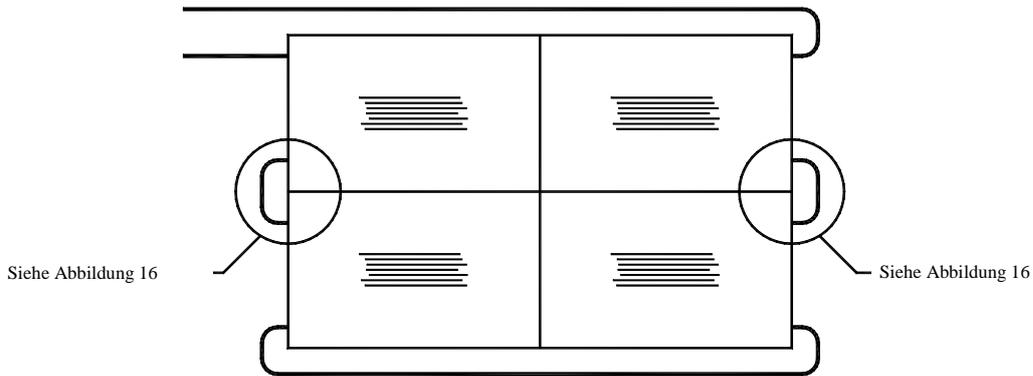

Abbildung 15 - Verbindung in Reihe der Signalgeber
Schritt 5: Beim Einsatz von mehreren Matten werden diese in Reihe geschaltet. Siehe Abbildung 15 und Abbildung 16. Spezielle, fettgefüllte Anschlussklemmen können von Tapeswitch bezogen werden. Schneiden Sie, falls nötig, das Kabel in die richtige Länge. Das Kabel sollte immer etwas länger gewählt werden.